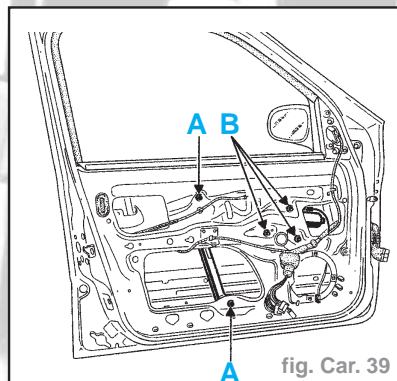
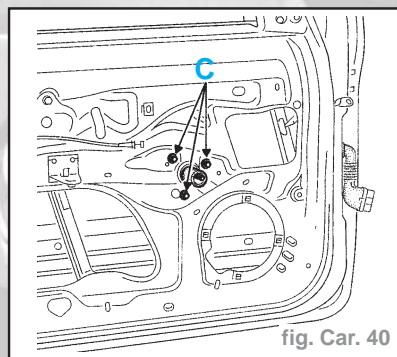

fig. Car. 39
fig. Car. 40
- Déposer (fig. Car. 39) :
- les deux vis de fixation du rail de guidage (A)
- les trois vis de fixation du moteur (B)
Attention : les points de fixation du lève-vitre à commande manuelle (C) ne sont pas les mêmes que les points de fixation (B) du lève-vitre avec système d'entraînement motorisé (fig. Car. 40).